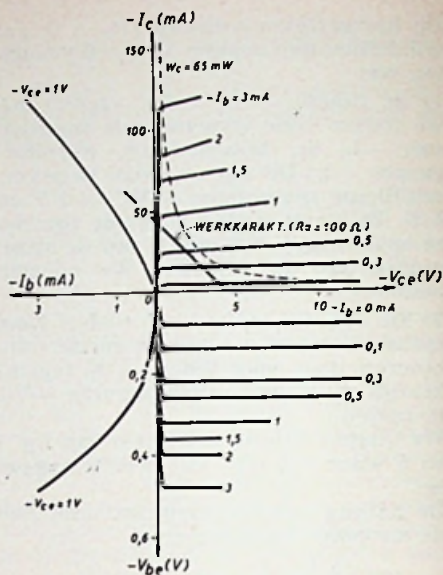

Fig. 6 - $-I_c / -V_{ce}$ karakteristieken van de transistor OC72 ($-I_b$ als parameter)
Behalve de hier genoemde karakteristieken krijgen we later ook nog te maken met de $I_c = f(V_{ce})$ karakteristiekenschaar voor verschillende waarden van I_b . Deze zijn wat moeilijker op te nemen. Voor de OC72 zijn deze karakteristieken in fig. 6 gegeven; we zien dat zij maar weinig verschillen van de bekende karakteristieken van pentoden. Verder zien we waarom de collectorstroom zo plotseling begint af te nemen als we de voedingspanning $-V_{ce}$ verlagen. Voor de volledigheid is de werkkarakteristiek voor het hier behandelde geval, dat $R_{a1} = 100 \Omega$, ingetekend. Nu kunnen we gemakkelijk een overzicht krijgen van de instelling op verschillende werkpunten.
1. We zien in fig. 6, dat beneden een zekere collectorspanning, „knikspanning” genaamd, de stroom snel afneemt, zodat we slechts tot dit punt mogen uitsturen.
3. We mogen de collector niet overbelasten. Daarom zoeken we in de gegevens de waarde voor de maximale collector-dissipatie $W_{c \max}$ op. Deze dissipatie bepaalt de temperatuur, die het kristal zal aannemen, ook deze vinden we meestal in de fabrieksgegevens. $W_{c \max}$ berekenen we met de gemiddelde waarden van $-I_c$ en $-V_{ce}$ en zal wanneer we hem in de karakteristiekenschaar tekenen de vorm van een hyperbool hebben (fig. 6). Al naar het werkpunt „mooi in 't midden” (net als bij de elektronenbuizen A-instelling genoemd) of dat we de transistor resp.